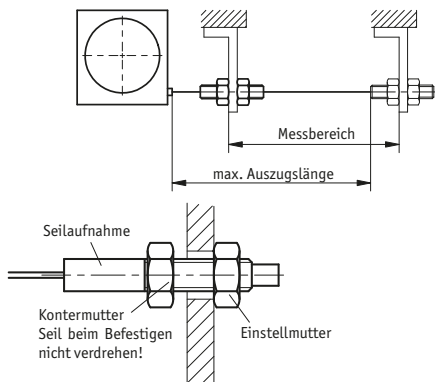

Abb. 2: Prüfung Auszugslänge
Das Seil muss lotrecht zum Seilausgang geführt werden (siehe Abb. 2).
- Nach der Befestigung des Seilzuggebers ist die maximale Auszugslänge zu prüfen (siehe Abb. 2). Das Seilabschluss-Stück (Seilaufnahme, Kontermutter, Einstellmutter)
Das Seil muss lotrecht zum Seilzugang geführt werden (siehe Abb. 2).